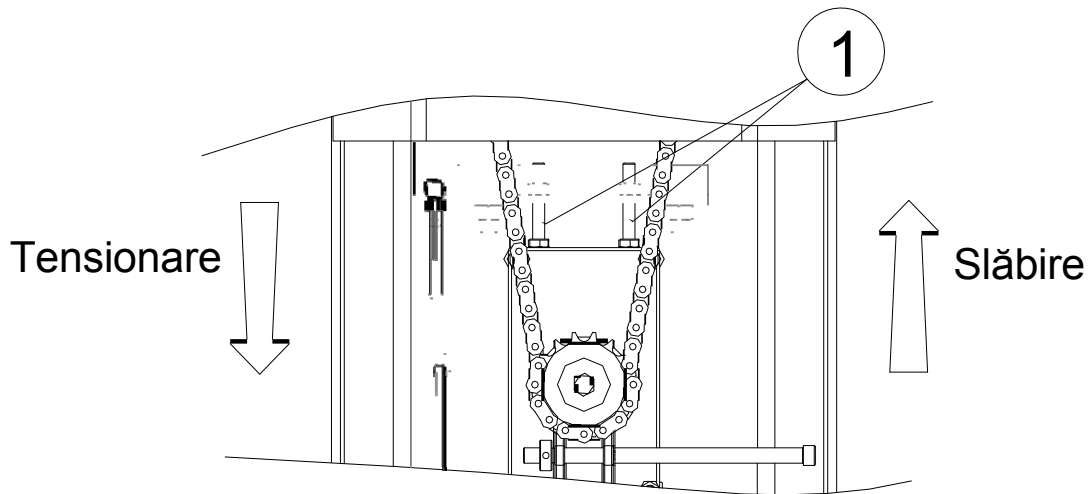

Fig. 12
Tensionarea lanțului e reglată direct din fabrică, totuși dacă observați că lanțul este slăbit, reglați-l acționând asupra șuruburilor (1) așa cum se arată în continuare (Fig. 12).